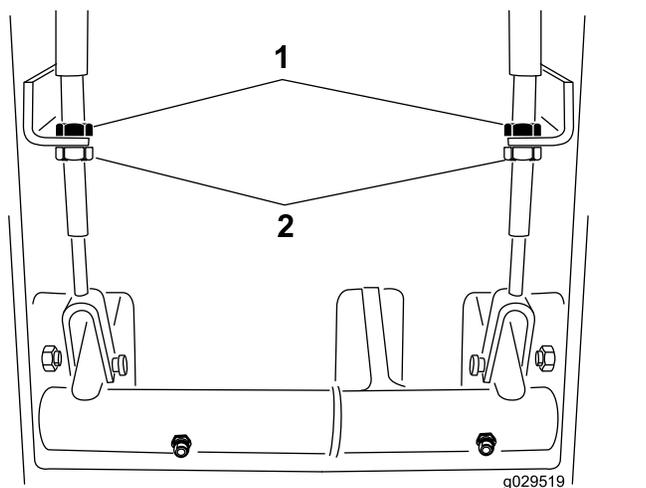

Рисунок 69
2. Чтобы уменьшить свободный ход педалей тормоза, ослабьте передние контргайки на резьбовом конце троса тормоза (Рисунок 69).